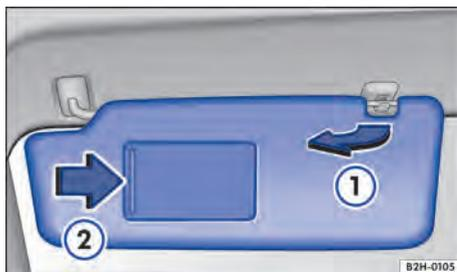

Fig. 82 No revestimento do teto dianteiro: para-sol.
2. Retirar do suporte e virar na direção das portas → Fig. 82 ①.
1. Empurrar a cobertura no sentido da seta → Fig. 82 ②.